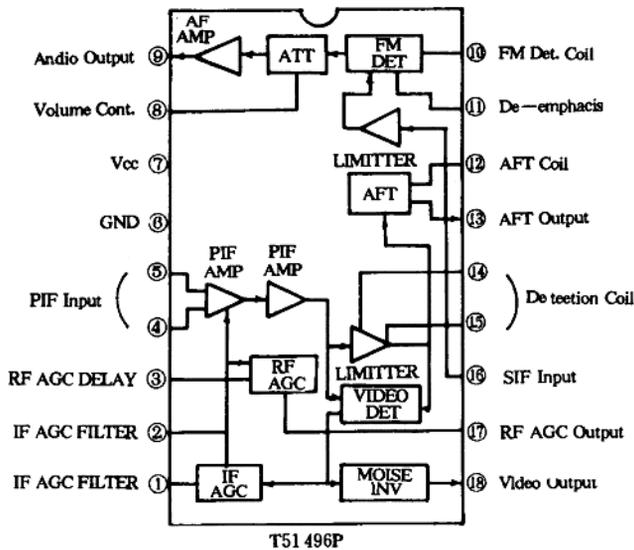

图 1-8 T51496P 内部框图和管脚功能
(2)T51496P 介绍:T51496P 集成电路是 18 脚、双排塑封电路,供电电压为 +9V,其框图以及各管脚功能见图 1-8 所示。